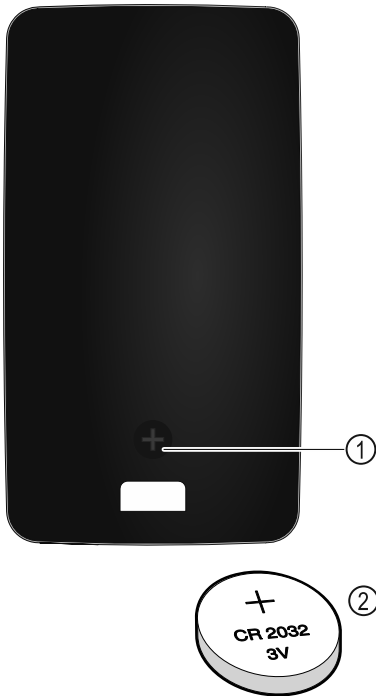

Fig. 216
A távvezérlés áramellátása egy CR 2032-es típusú, 3V-os Fig. 216 (2) elemmel történik, amely szakkereskedésekben szerezhető be.
- ▶ Csavarozza ki a csavart Fig. 216 (1) a távvezérlő hátoldalán.